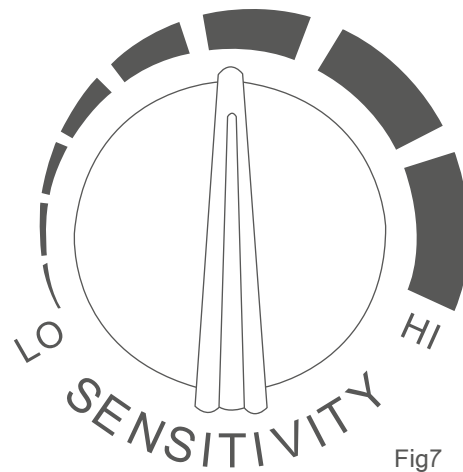

Fig7
La sensibilidad puede ser alta (HI) o baja (LO) utilizando la perilla de posiciones infinitas (Fig.7)